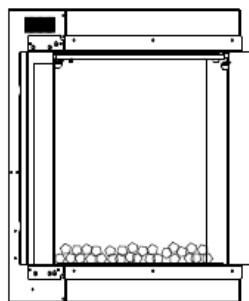

Рис.2
- Распакуйте элементы декора и положите на дно очага электрокамина, как показано на Рис. 2.